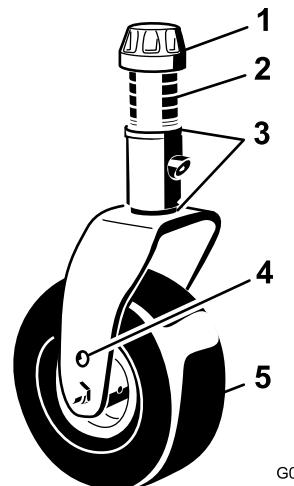
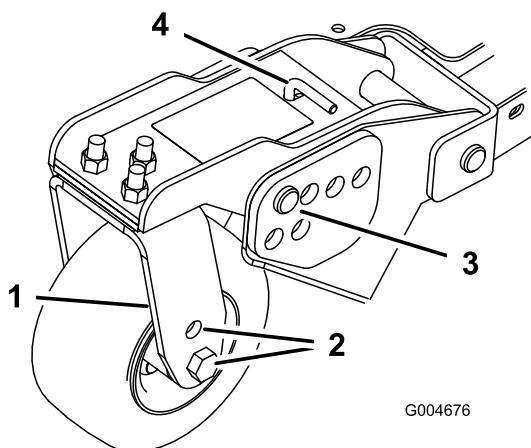
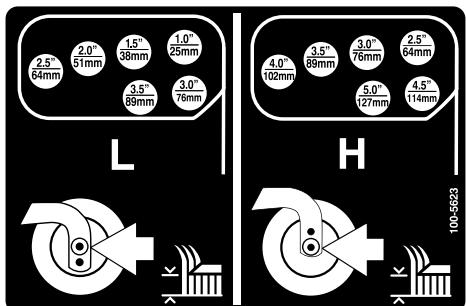

Figure 20
Figure 22
Figure 23
- Placez les essieux des roues pivotantes dans les mêmes trous sur toutes les fourches (Figure 20 et Figure 22). Pour choisir les trous corrects pour la hauteur de coupe requise, reportez-vous au tableau suivant.
- Enlevez le chapeau de tension de l'axe de pivot (Figure 20) et sortez l'axe du bras pivotant. Replacez les 2 cales (3 mm) sur l'axe de pivot comme à l'origine. Elles sont requises pour que les plateaux de coupe soient parfaitement de niveau sur toute la largeur.
- Enlevez la goupille fendue et les axes de chape des bras pivotant (Figure 22).
- Tournez la tige de tension pour éléver ou abaisser le bras de pivot jusqu'à ce que les trous soient en face de ceux du support de hauteur de coupe sélectionnés dans le bâti du plateau de coupe (Figure 22 et Figure 23).